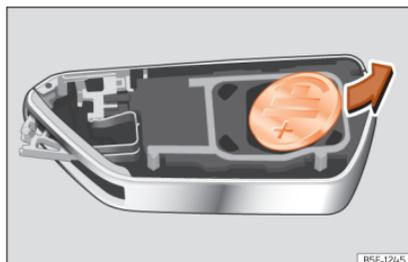

Fig. 86 Chave do veículo: extração da pilha.
- Extraia a pilha do compartimento com um objeto fino adequado »» Fig. 86.
- Coloque a pilha nova, pressionando-a no compartimento respetivo »» ❶.